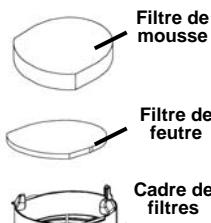

Fig. 24
5. Lorsque les filtres sont secs, replacez-les dans le cadre de filtres. Insérez le filtre de mousse (filtre 1) puis placez le filtre de feutre (filtre 2) sur le filtre de mousse. (Fig. 24)